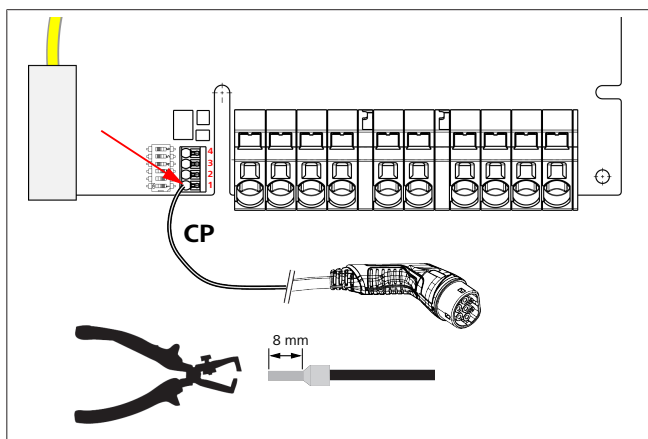

Fig. 7
9. À l'aide du tournevis à fente (3,5 mm), raccordez les extrémités du câble selon les spécifications de Fig. 7 sur le bornier de connexion droit avec l'inscription „OUT“.